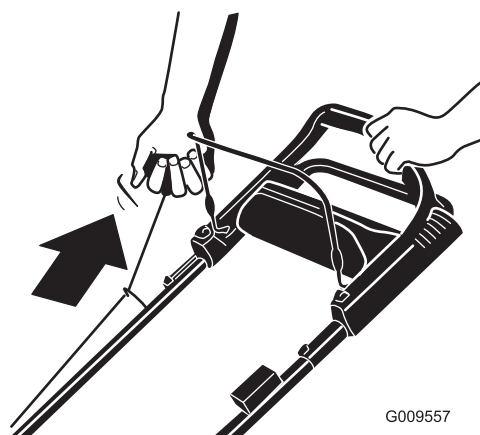

Figure 18
1. Tirez lentement la poignée du lanceur (Figure 18) jusqu'à ce que vous sentiez une résistance, puis tirez vigoureusement. Laissez le lanceur se rétracter lentement jusqu'à la poignée.